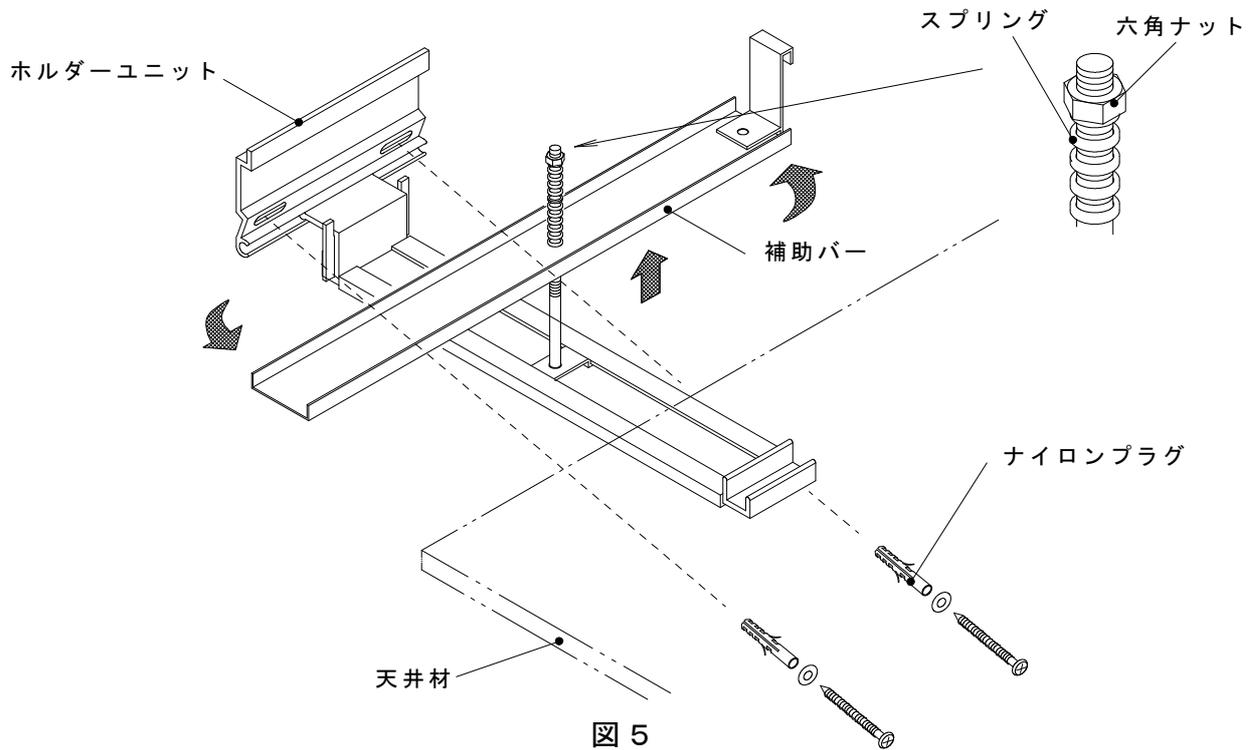

図 5
1. ホルダーユニットにあけられた穴をレベル墨に合わせφ6、深さ40mmの下穴をあけます。付属のナイロンプラグを下穴に挿入し、固定ねじでホルダーユニットを固定します。(図5)
2. 補助バーを野縁に載せホルダーユニットを固定します。このとき六角ナットでスプリングの強さを調節して下さい。(図5)